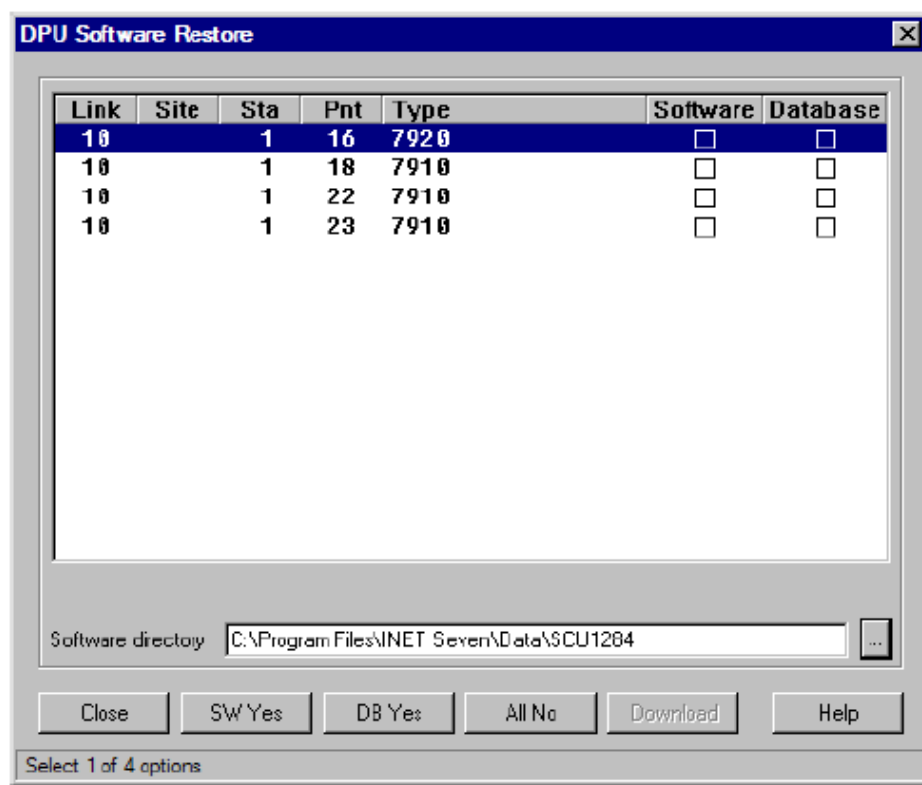

Рис.22. Окно загрузки программы DPU
4. Щелкните по кнопке DPU для входа в редактор Восстановления ПО DPU (см. Рис. 22).